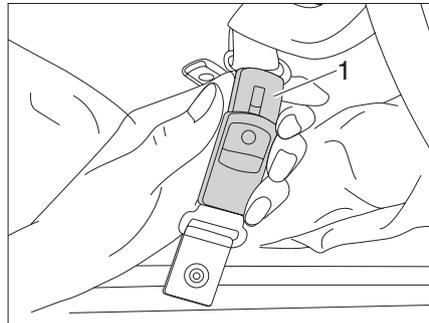

Bild 26 Sicherungsgurt öffnen
- ▶ Sicherungsgurte (Bild 26,1) öffnen.